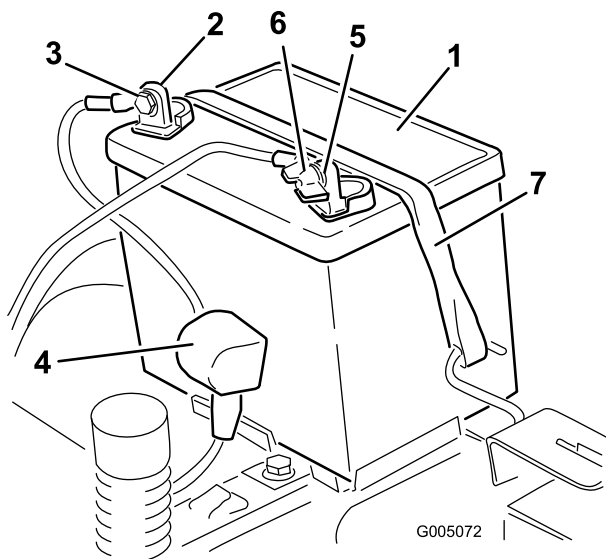

Figure 40
4. Débranchez le câble négatif (noir) de mise à la masse de la borne de la batterie (Figure 40).
6. Débranchez le câble positif (rouge) de la borne de la batterie (Figure 40).
7. Déposez la barrette de maintien de la batterie et soulevez la batterie de son support (Figure 40).
1. Placez la batterie dans son support (Figure 40).
5. Fixez la batterie en place à l'aide de la barrette de maintien (Figure 40).